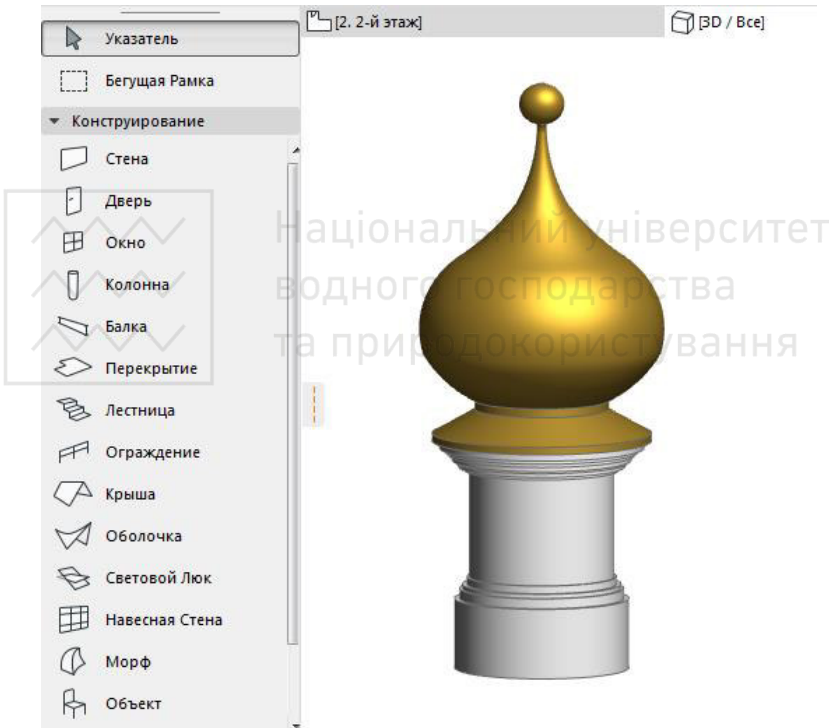

Рис. 7
6. Розміщуємо купол над барабаном вказавши необхідні висотні відмітки в налаштуваннях стіни (рис.7).